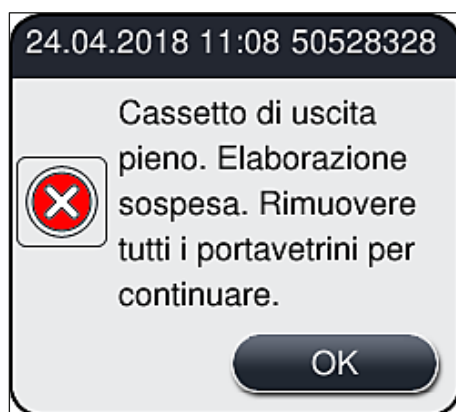

Fig. 76
- Il cassetto di uscita deve essere aperto e tutti i portavetrini presenti devono essere rimossi al più tardi quando viene visualizzato il messaggio che informa che il cassetto di uscita è completamente pieno (→ Fig. 76). La mancata osservanza del messaggio può causare guasti dello strumento e deterioramento dei campioni.